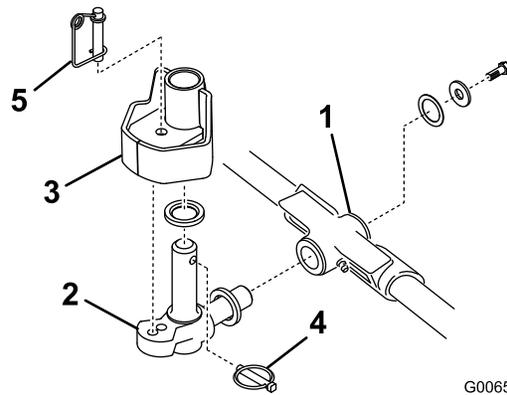

図 17
- スラストワッシャを、ピボットナックルの水平シャフトに差し込む(図17)。
- ピボットナックルの水平シャフトをキャリアフレームの取り付け穴に差し込む(図17)。
- スラストワッシャ、平ワッシャ、フランジヘッドネジを使って、ピボットナックルをキャリアフレームに固定する(図17)。
- ピボットナックルの垂直シャフトにスラストワッシャを差し込む(図17)。
差し込む(図 17)。昇降アームのステアリングプレートの下にある2枚のゴム製センターリングバンパーの間に、ピボットナックルを挟む。
6. ピボットナックルのシャフトに付いている穴にリンチピンを差し込む(図 17)。
注 カuttingユニットを固定モードで使用する場合には、ステアリングロックピンをピボットナックルの取り付け穴に差し込んでください(図 17)。
11. ステアリングロックピンの下にスプリングを掛ける(図 17)。